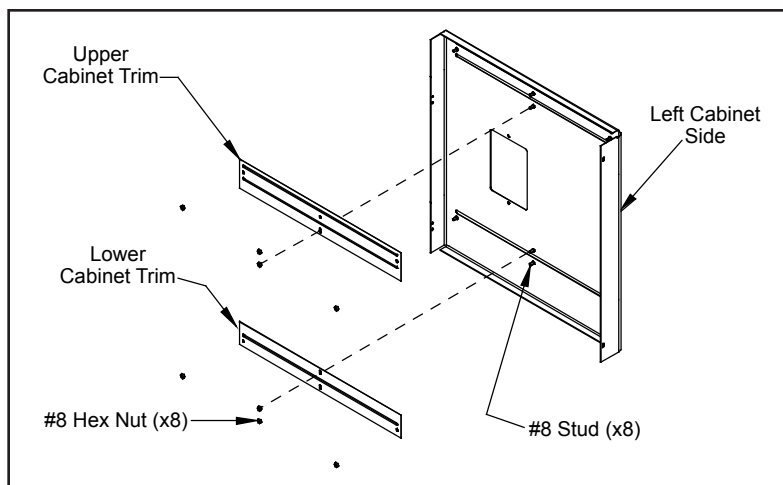

Figure 35: Côté droit de la cabine avec les garnitures d'ébénisterie supérieure et inférieure
Placez les nouvelles pièces de garniture sur leurs plots correspondants et serrer les écrous hexagonaux # 8 (quatre (4) pour chaque pièce de garniture). Reportez-vous à la figure 35.